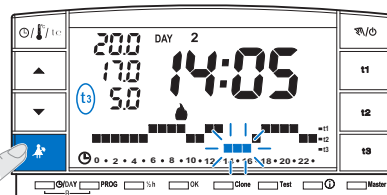

Abb. 48
- Lediglich während des Betriebs eines der Programme (P 01 + P 03), kann durch Betätigen der Taste "⌘" die angeschlossene Anlage für 3 Stunden ausgeschaltet werden. Während dieser Zeit stellt sich die Raumthermostatuhr auf die **Abwesenheitstemperatur t3**. Das Einschalten dieser Funktion wird in t3 auf der 24h-Skala durch drei Digits angezeigt, die auf der 3-Stunden-Angabe blinken, beginnend bei der aktuellen Uhrzeit (Beispiel in Abb. 48).